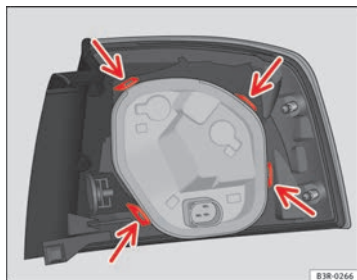

Fig. 229 Fissaggio del supporto lampade nel fanale di coda
- Accertarsi che le quattro linguette di fissaggio siano agganciate correttamente ⇒ fig. 229 -freccie-.